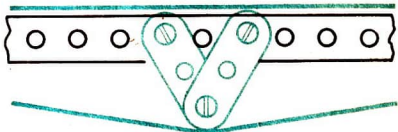

Bild 17/1 Spannvorrichtung
- Betrachte das Bild 17/1! Beschreibe die Wirkungsweise der Spannvorrichtung!